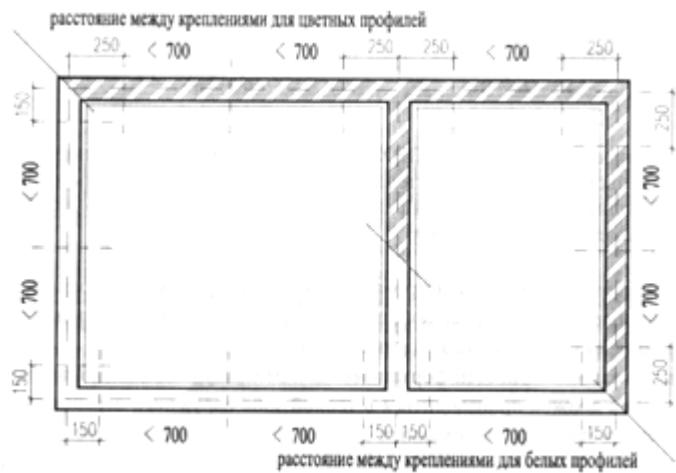

Рис. 2 Схема закрепления окна из ПВХ в стене
- 2.9. При использовании строительных дюбелей – сделать на раме отметки для сверления отверстий Ø 10 мм под дюбель с учётом расстояний (рис. 2). С внешней стороны отметить на раме по периметру границу четверти (для уплотнительной ленты).